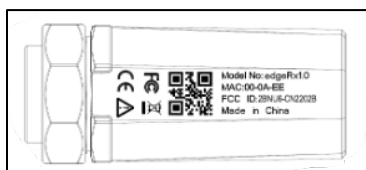

図 4: センサ ID（MAC アドレス）
- ① センサ表面の中央にあるボタンを **5 秒間長押し**してください。
- ② 工場出荷時リセット（初期化）が実行され、センサが起動します。
- ③ LED インジケータが点滅を開始すれば、センサが正常に作動しています。
- ① 各センサの背面には、固有のセンサ ID（MAC アドレス）が記載されたラベルが貼付されています（図 4 参照）。
- ② この ID は後ほどダッシュボード上での登録・設定に使用します。設置前にメモを取るか、スマートフォン等で写真を撮って記録しておいてください。